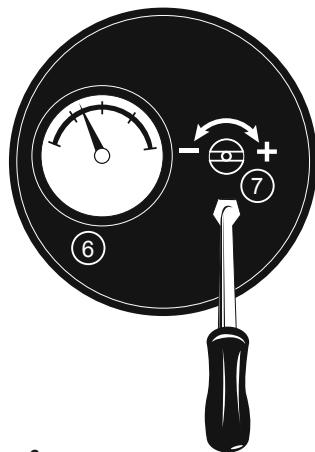

Рис. 6
6. Регулятор давления воздуха — установка необходимого давления воздуха на форсунке (см. п. 9 «Регулировка давления», рис. 6).
7. Манометр — отображает установленное давление воздуха на форсунке (см. п. 9, рис. 6).
винт с помощью плоской отвертки, для уменьшения давления выворачивайте (рис. 6).